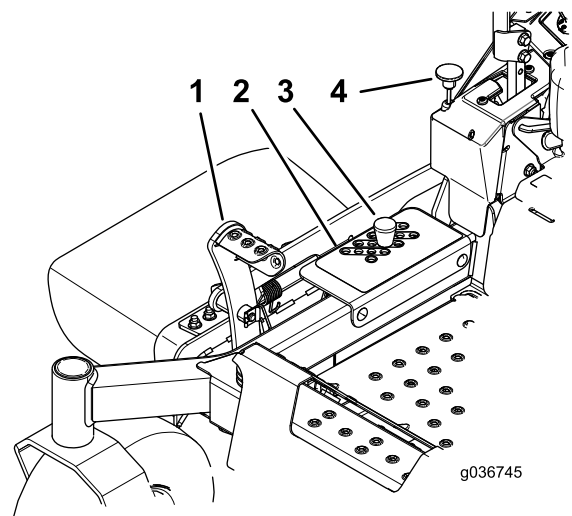

図 30
2. デッキ昇降ペダルを踏み込んでデッキを移動走行位置まで上昇させるこれは刈高 127 mm の位置と同じ 図 30 を参照。
3. 刈高ブラケットから刈高ピンを抜き取る 図 30。
4. 刈高ブラケットについている穴から、希望する刈高に対応する穴を見つけ、その穴にピンを通す 図 30。